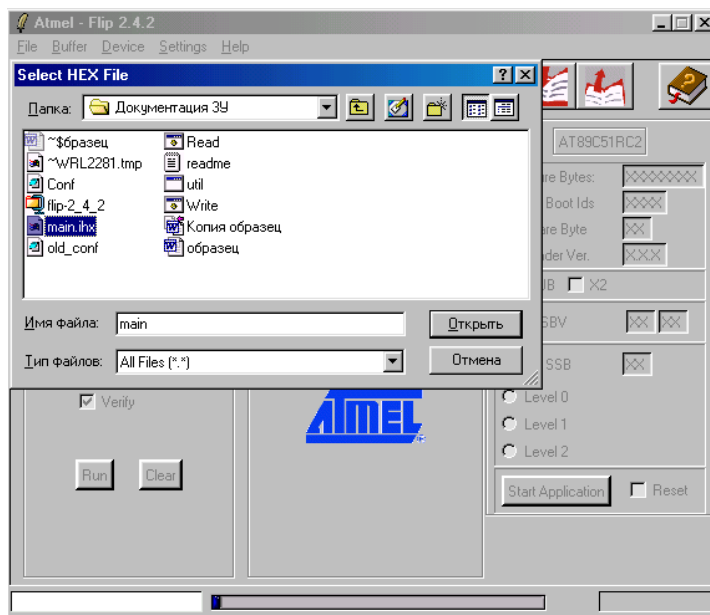

Рисунок 30:
- 11) Загрузите HEX файл (**File**→**Load HEX File**) (см. рис. 30).